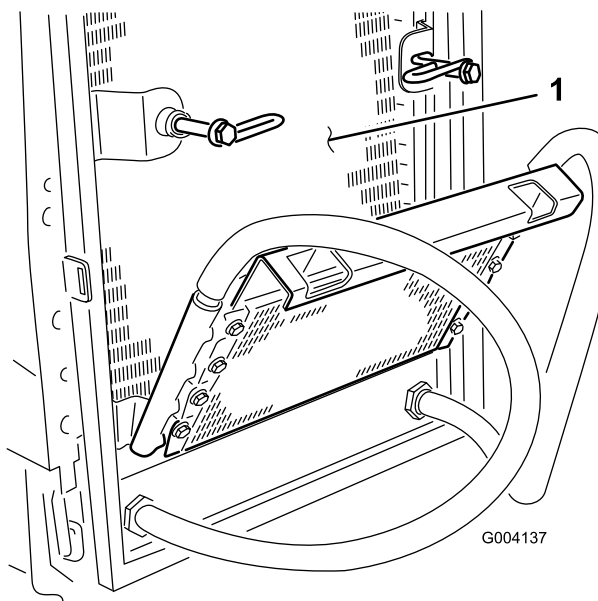

Figura 63
6. Limpie a fondo ambos lados del enfriador de aceite y del radiador (Figura 63) con aire comprimido.